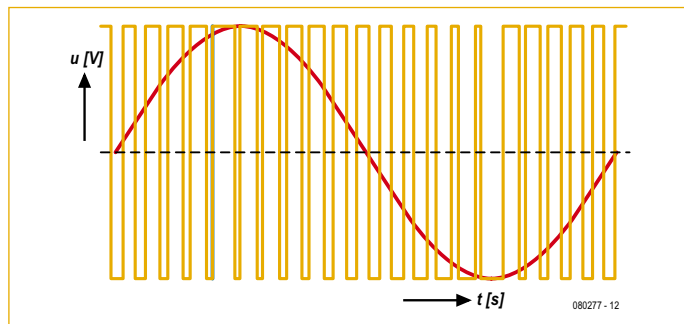

Figure 2. Le signal MLI (jaune) une fois filtré en passe-bas se transforme en un signal sinusoïdal (rouge).
Un compromis intervient au niveau du filtre passe-bas, filtre censé empêcher le rayonnement du signal de commutation. Voici en **figure 2** l'effet du filtre passe-bas sur le signal à modulation de largeur d'impulsion (MLI). À la sortie du filtre, nous retrouvons un signal analogique. Tel filtre nécessite des inductances insaturables et des condensateurs à faible résistance série qui s'avèrent incompatibles avec la miniaturisation et une production de masse et bon marché. C'est en mai 2006 que Royce Higashi de National Semiconductor (NS) présente l'idée d'un amplificateur en Classe D différent, bâti sur un montage en pont qui de façon native supprime tout signal de commutation inutile sur la bobine du haut-parleur. L'idée de Royce Higashi consiste à alimenter chaque branche du pont en MLI avec un rapport cyclique de 50 % au repos, sans déphasage. Là est la nouveauté car la charge, bien que soumise à un signal de mode commun intense, ne voit plus aucun signal différentiel. À partir de cet instant, si un signal audio doit être transmis, les signaux de chaque branche glissent, se